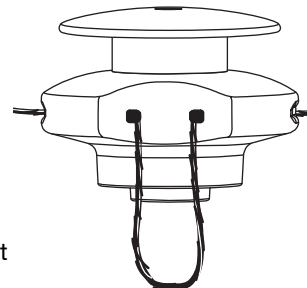

Fig. 19
2. Poussez les extrémités à travers jusqu'à ce qu'elles dépassent des côtés de la tête (Fig. 19).